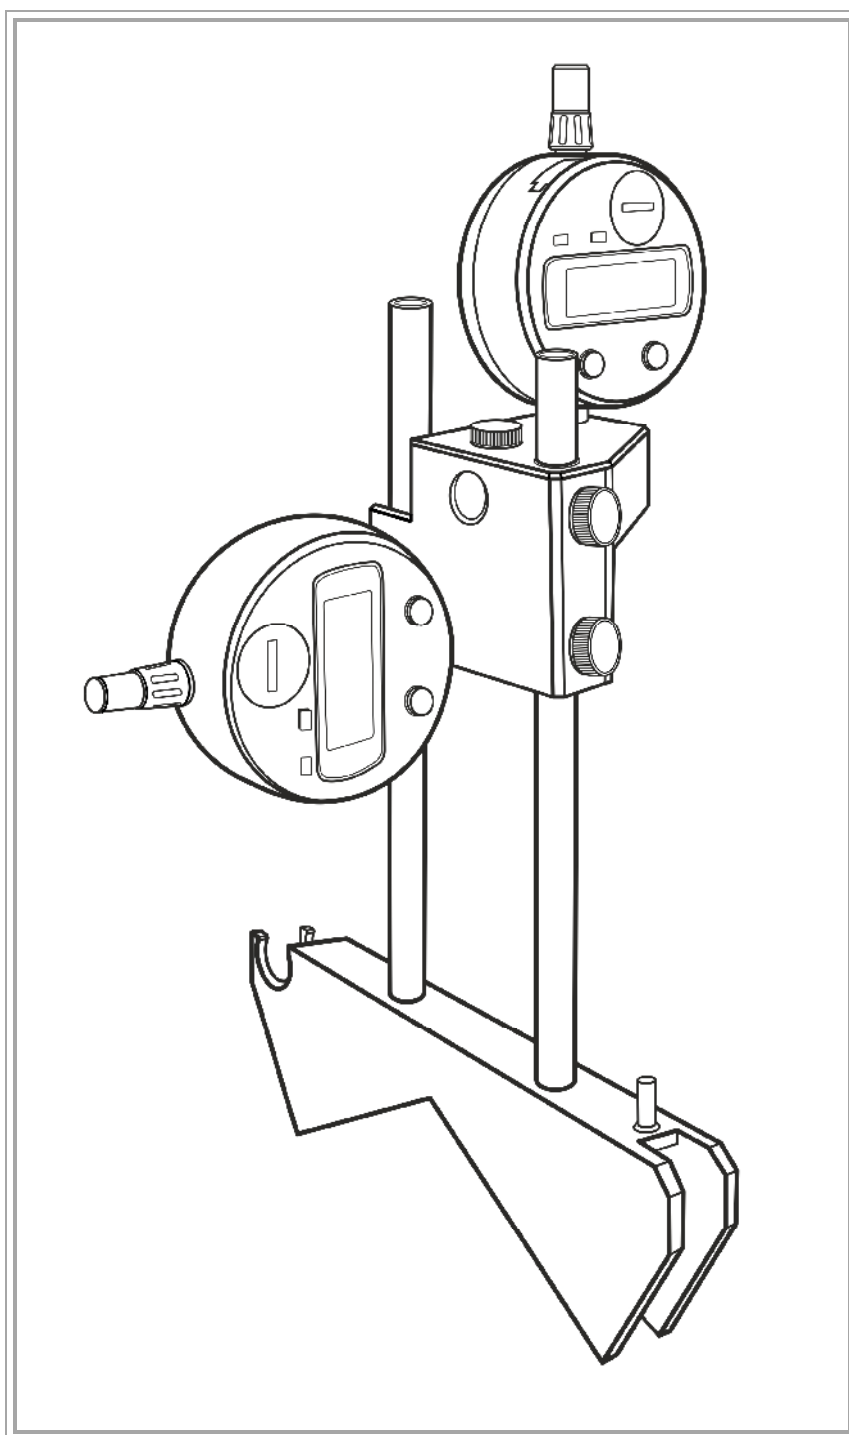
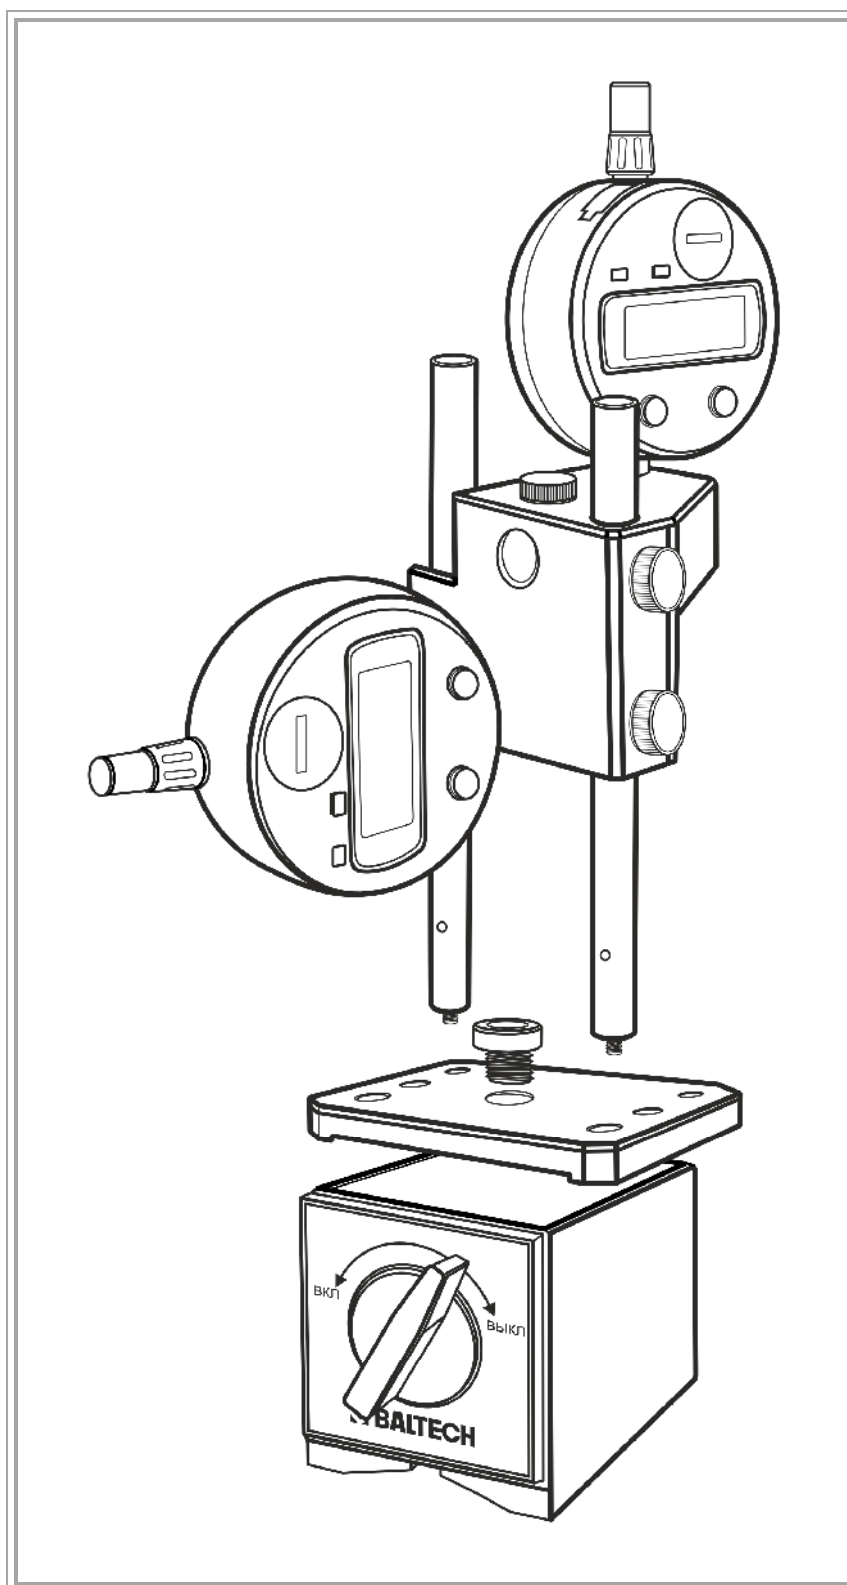

Рис. 4-1. Блок измерительный, установленный на крепежную призму.
Рис. 4-2. Блок измерительный, установленный на магнитное основание.
Крепежные призмы со стойками крепления размером 200 мм поставляются в сборе. К блокам измерительным цифровым БИЦ поставляются держатели универсальные, с помощью которых они могут быть установлены на крепежную призму (Рис. 4-1) или на магнитное основание (Рис. 4-2).
1. Закрепите площадку на магнитном основании с помощью винта (Рис. 4.2).